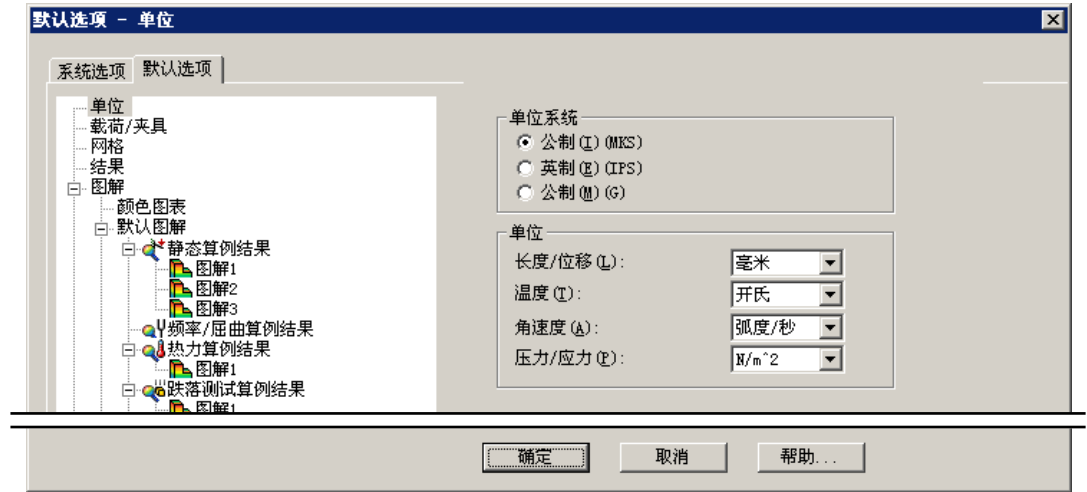

图 12.2.6 “默认选项-单位”对话框
Step4. 在对话框中单击**默认选项**选项卡，在左侧列表中选择**单位**选项，“默认选项-单位”对话框如图 12.2.6 所示。可以进行分析单位设置。